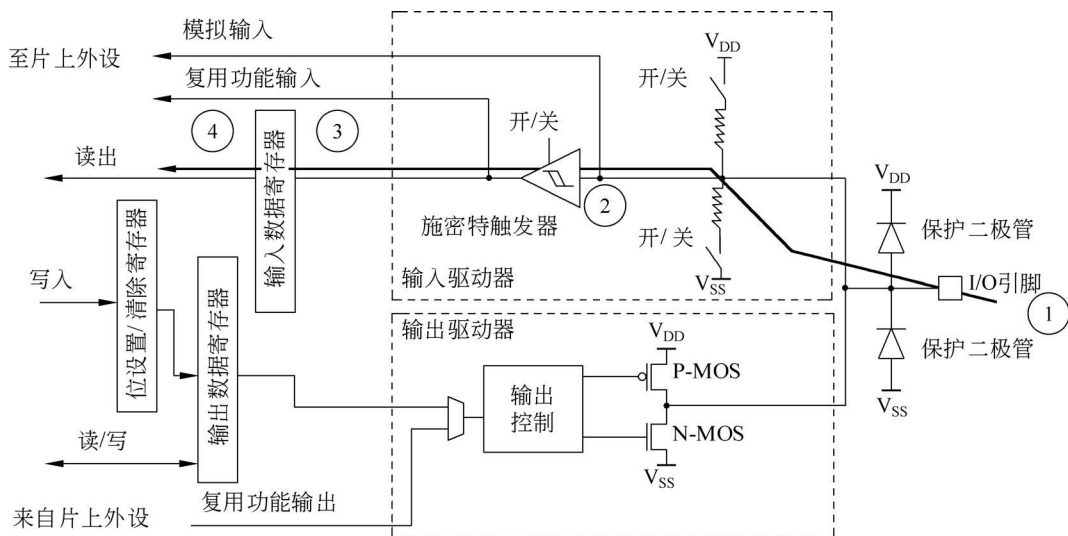

图 3-9 浮空输入模式
若 I/O 端口①处为低电平, ②处电平和①处电平相同, 也为低电平, 经过 TTL 施密特触发器后, ③处变为数字信号 0, 从而进入输入数据寄存器; 若 I/O 端口①处为高电平, ②处电平和①处电平相同, 也为高电平, 经过 TTL 施密特触发器后, ③处变为数字信号 1, 从而进入输入数据寄存器; 若 I/O 端口①处悬空, ②处电平未知, 经过 TTL 施密特触发器后, ③处的数字信号未知, 如图 3-9 所示。